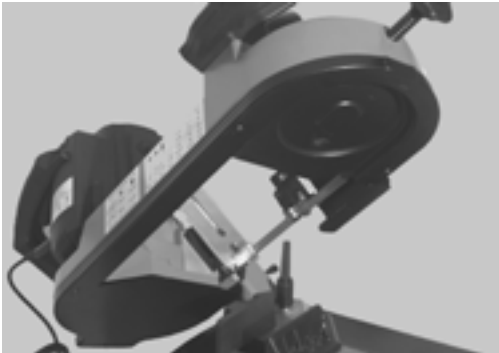

Abb. 47
2. Den Sägebügel aufrecht stellen (Abb. 47).
Elemente auf Abb. 47 - 50